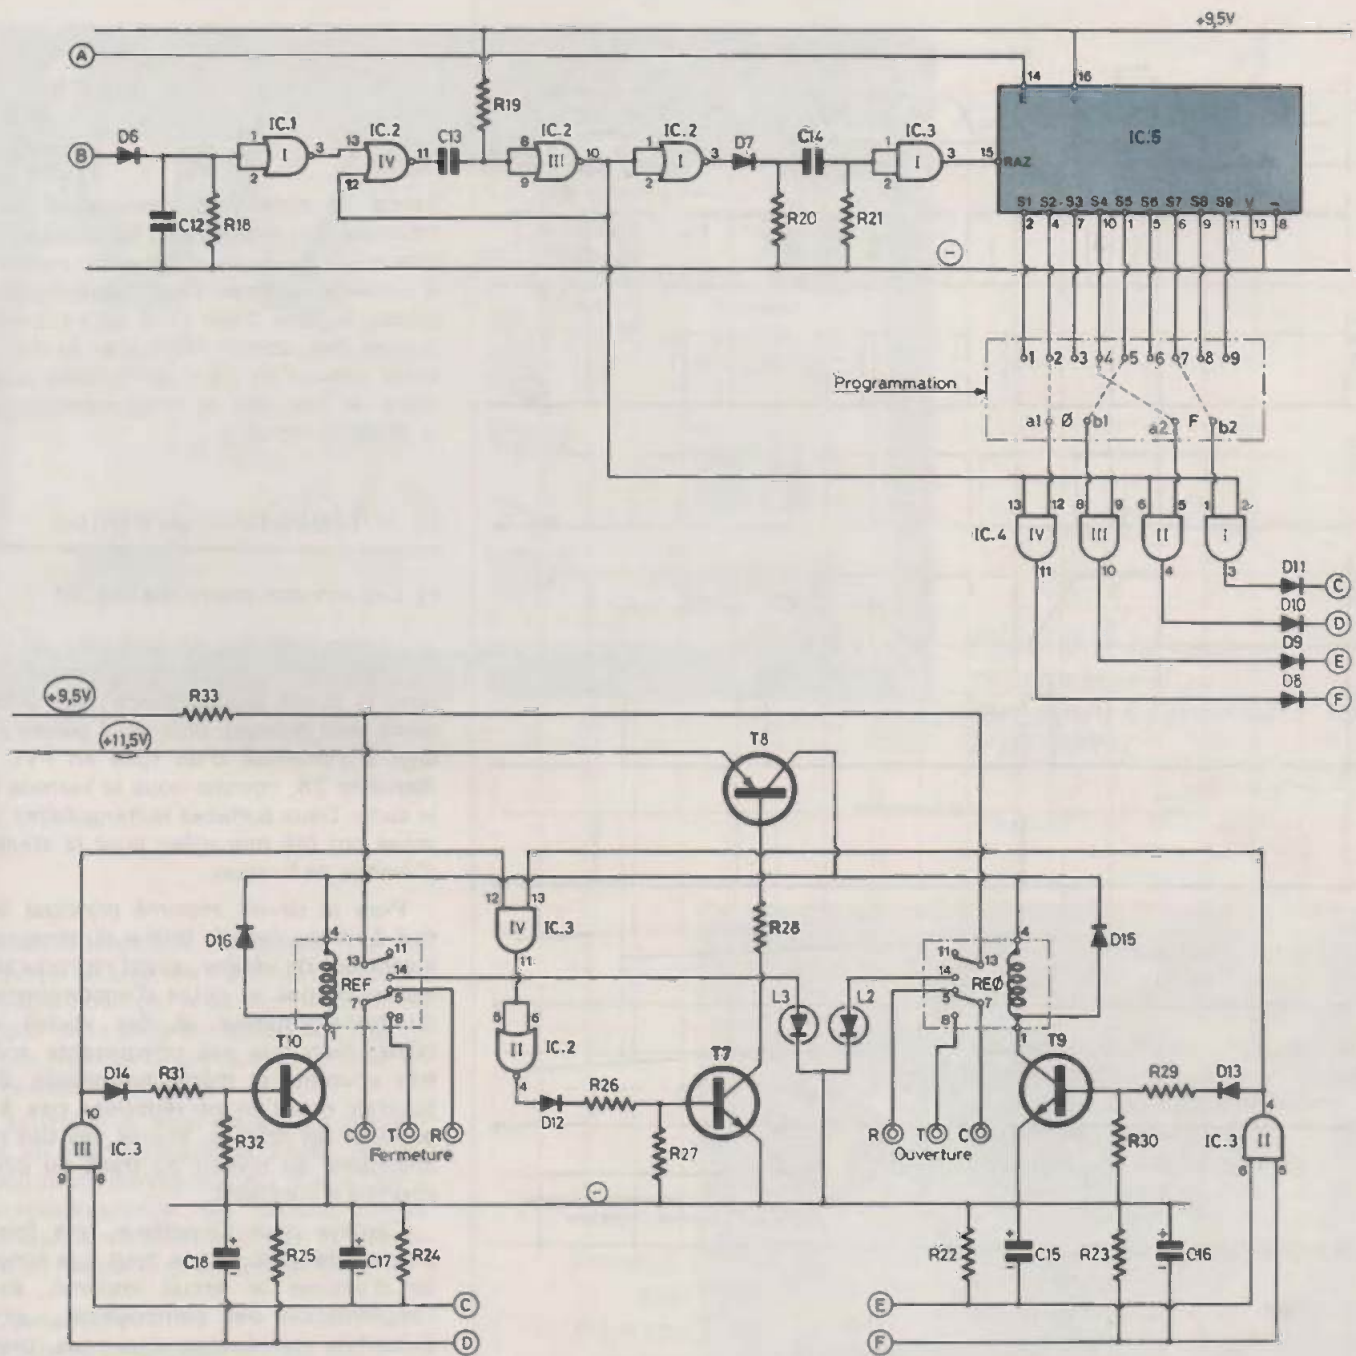

Fig. 3. et 4. – Schémas de principe des sections décodage et séparation des deux canaux. Intégration des signaux et commande des relais.
**d) Détection des « trous » (fig. 3)**
**e) Ordre de lecture du compteur-décodeur (fig. 3)**
**f) Remise à zéro périodique du compteur-décodeur (fig. 3)**
**g) Intégration des résultats de la lecture (fig. 3 et 4)**